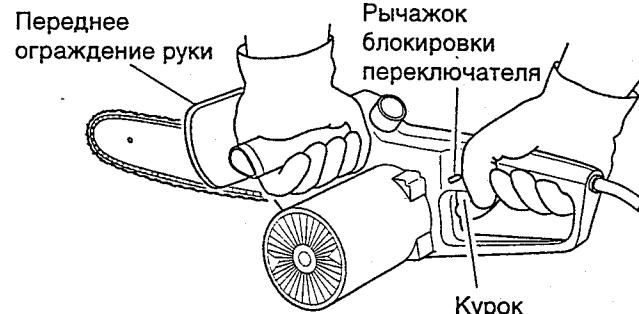

Рис. 9. Переднее ограждение руки, рычажок блокировки переключателя и курок
- Держите пилу обеими руками. Левая рука должна всегда находиться на передней, а правая — на задней рукоятке. Держите пилу крепко. Пальцы должны охватывать рукоятки пилы (см. рис. 9).
- Приготовившись сделать распил, нажмите большим пальцем правой руки на рычажок блокировки переключателя и спустите курок (см. рис. 9). Это включает пилу. Освобождение курка выключает пилу. Прежде чем начать пилку, убедитесь в том, что пила работает на полной скорости.